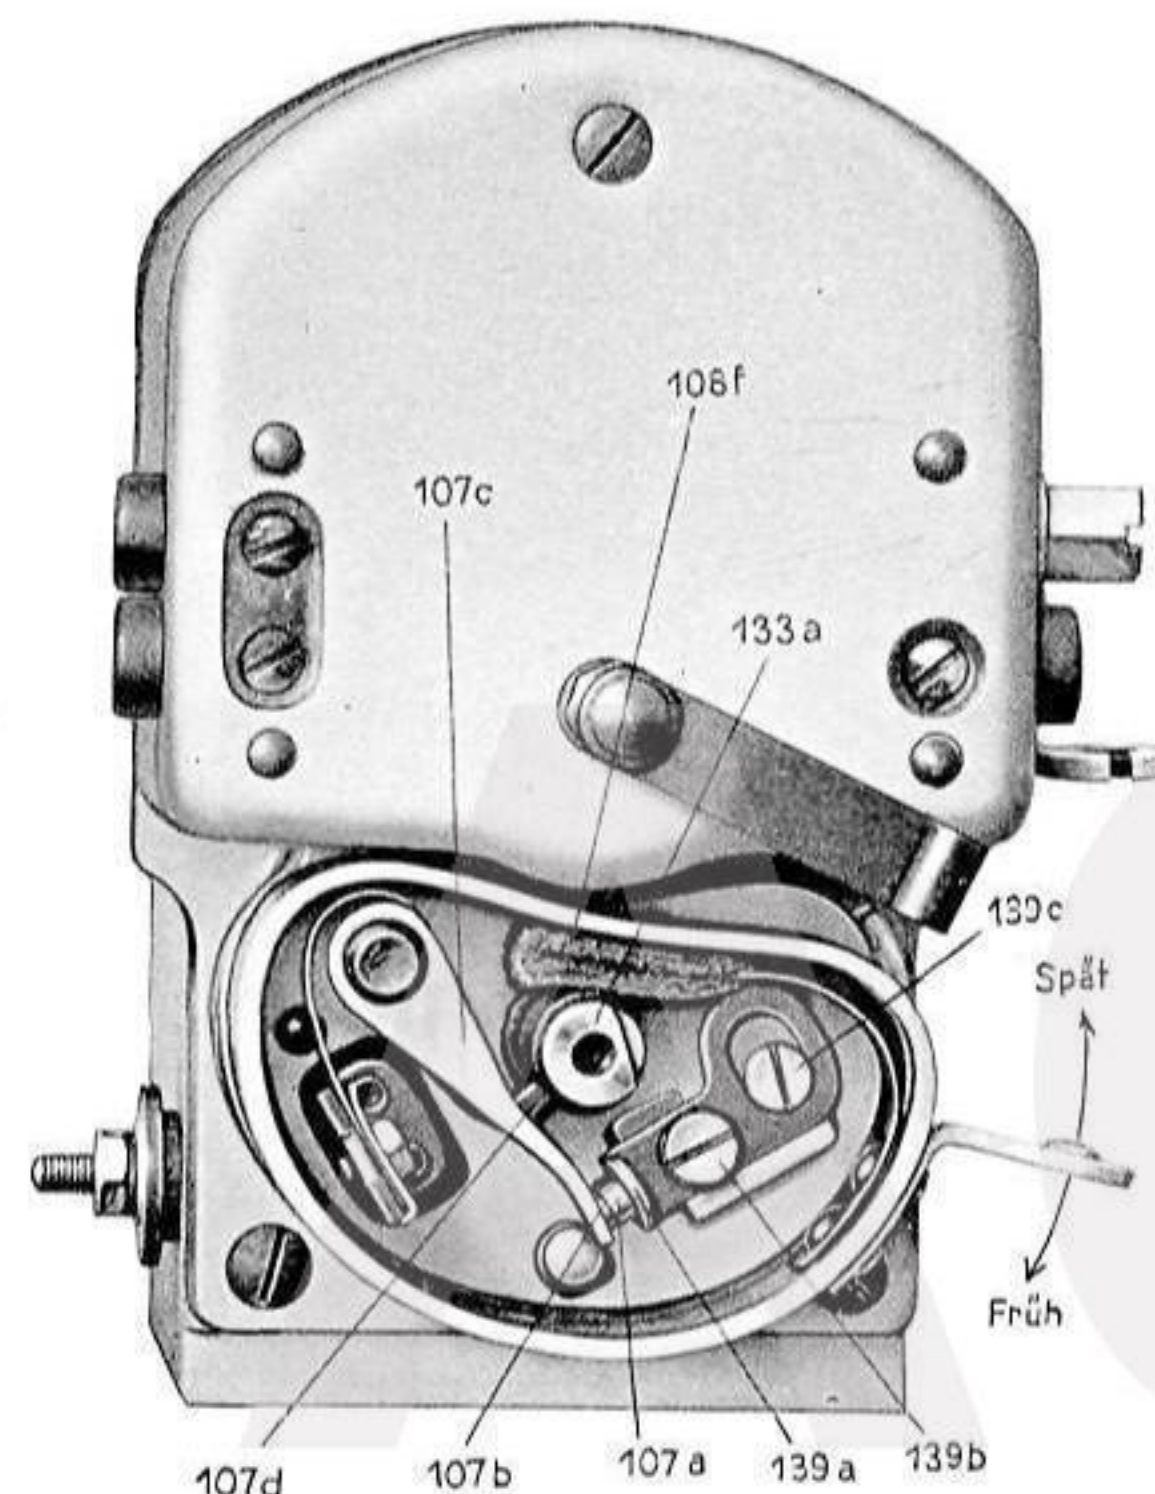

Abb. 29 Unterbrecher des Lichtbatteriezünders
f) Licht- bzw. Magnetzündler: Beim Einsetzen des Lichtbatterie- bzw. Lichtmagnetzünders wird dieser nach Abnahme des Unterbrecherdeckels (Abb. 29 und 30) zuerst auf Frühzündung eingestellt, wobei der rechts angeordnete Verstellhebel nach unten gerichtet sein muß. Man stelle dann den Unterbrecher so, daß er gerade im Begriffe ist, abzureißen, d. h. der Kontaktstift des Unterbrecherhebels **107 b** (Abb. 29 und 30) muß sich eben von dem festen Kontaktstift **107 a** trennen. Die Einstellung geschieht dann folgendermaßen:
Während der Unterbrechung, d. h. wenn das Isolierstück **107d** (Abb. 29) des Unterbrecherhebels **107c** auf den Stahlnocken **133a** aufläuft, müssen die Kontakte **107a** und **107b** des Unterbrechers 0,4 bis 0,5 mm voneinander entfernt sein. Dieser Abstand kann durch Nachstellen des Kontaktbökkchens **139a** geregelt werden. Zu diesem Zwecke wird die Klemmschraube **139b**, die das Kontaktbökkchen hält, gelöst und der richtige Abstand mit Hilfe der Exzentrerschraube **139c** eingestellt. Die Klemmschraube **139b** wird dann wieder festgeschraubt. Wird dies unterlassen, dann sind Zündstörungen die Folge.